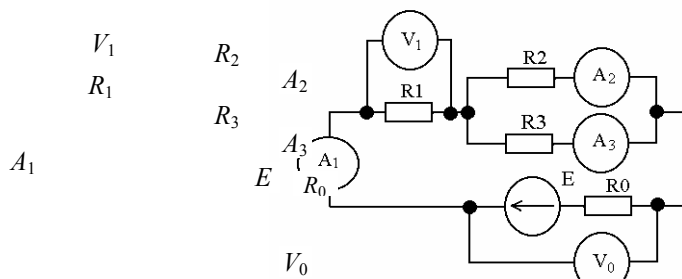

Рис. 1.10
1.1.13. Определить, как изменятся показания приборов в электрической цепи, если уменьшить величину сопротивления  $R_3$ , а все остальные параметры цепи считать неизменными (рис. 1.10).